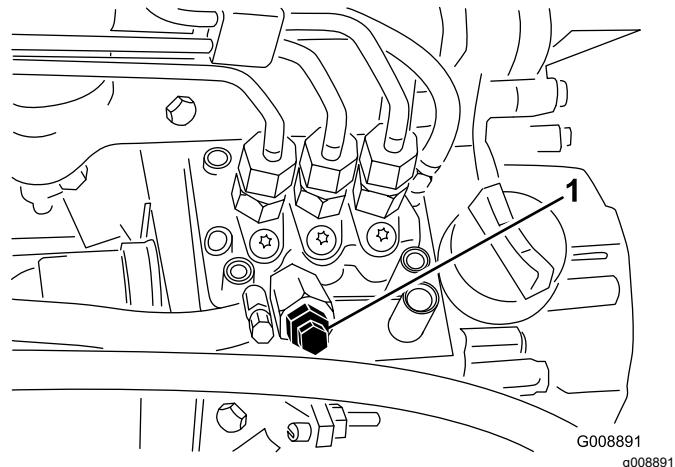

Figura 37
- Abra el tornillo de purga de aire de la bomba de inyección de combustible (Figura 37).